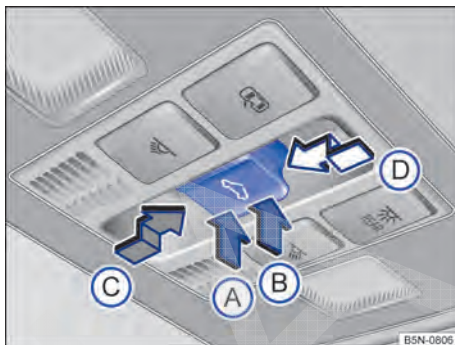

Fig. 88 No revestimento do teto: botão do teto de vidro.
O botão → Fig. 88 é de 2 níveis. No 1º nível o teto pode ser totalmente ou parcialmente levantado, aberto ou fechado.
- ◀ – *Levantar o teto de vidro:* pressionar o botão na área traseira → Fig. 88 (B) até o 1º nível. Curso automático: pressionar brevemente o botão na área traseira (B) até o 2º nível.
- *Fechar o teto de vidro levantado:* pressionar o botão na área dianteira (A) até o 1º nível. Curso automático: pressionar brevemente o botão na área dianteira (A) até o 2º nível. ▶
- *Parar o curso automático do procedimento de levantamento ou fechamento:* pressionar novamente o botão (A) ou (B).
- *Abrir o teto de vidro:* pressionar o botão (C) para trás até o 1º nível. Curso automático até a posição de conforto: pressionar rapidamente para trás o botão (C) até o 2º nível.
- *Fechar o teto de vidro:* pressionar o botão (D) para frente até o 1º nível. Curso automático: pressionar brevemente para frente o botão (D) até o 2º nível.
- *Parar o curso automático do procedimento de abertura ou fechamento:* pressionar novamente o botão (C) ou (D).
- Girar → Fig. 88 para a posição (A).
- *Teto de vidro:* dentro de poucos segundos após a liberação do limitador de força, pressionar o botão (C) → Fig. 88 até o 2º nível na direção da seta (D), até que o teto de vidro esteja totalmente fechado.